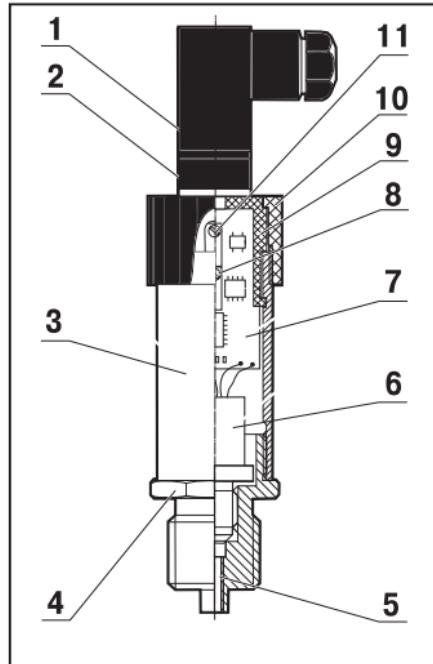

Рис. 1
3.1. Конструкция преобразователя представлена на рис. 1. Преобразователь выполнен в цилиндрическом корпусе 3, в нижней части которого расположен штуцер 4, предназначенный для присоединения клинки измеряемого давления, с резьбой, выполненной в соответствии с Приложением А, и выступом под ключ «27». В верхней части корпуса расположена «обойма» 9, которая крепится в корпусе с помощью специальных защелок, позволяющих ей вращаться вокруг своей оси (относительно корпуса 3). Для фиксации положения обоймы относительно корпуса служит крышка 10, которая навинчивается на наружную резьбу верхней части корпуса 3. На обойме установлена приборная часть 2 электрического соединителя типа DIN 43650С. В кабельной части 1 соединителя производится подсоединение проводов внешних электрических цепей с помощью винтовых зажимов (клещм) без применения пайки.
6.7. Подключение проводов линии связи к кабельной части соединителя (поз. 1 на рис. 1) преобразователя производится в следующей последовательности: